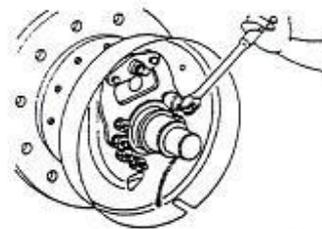

figure 2-21
(6) Démontez l'anneau de baffle E pour libérer la ligne de frein du dispositif de freinage. Ensuite, démontez les boulons de la carte mère du dispositif de freinage et démontez la carte mère du dispositif de freinage de l'essieu motrice. Voir figure 2-21.